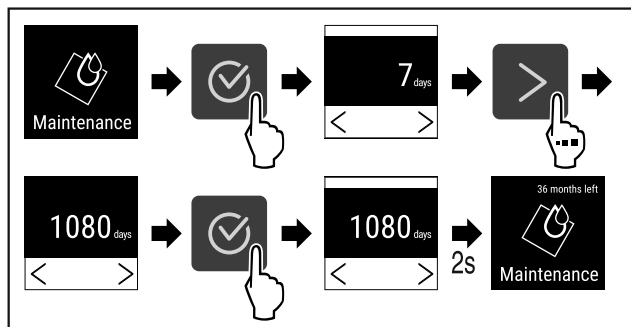

Fig. 98
- ▶ Proved'te akční kroky (viz Fig. 98).